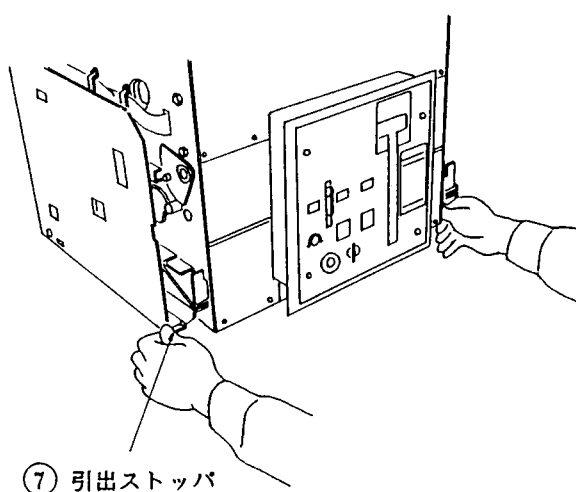
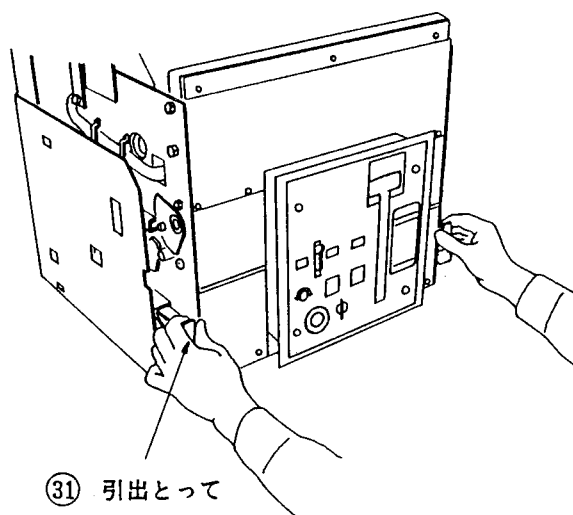

図19. 引出ストッパ解除方法
図20. 断路位置からの引出方法
- 1) 左右の引出ストッパー(図19 ⑦)を下げロックを解除し、遮断器本体の引出として(図20 ③①)を持って、手前に、ゆっくり引出して下さい。